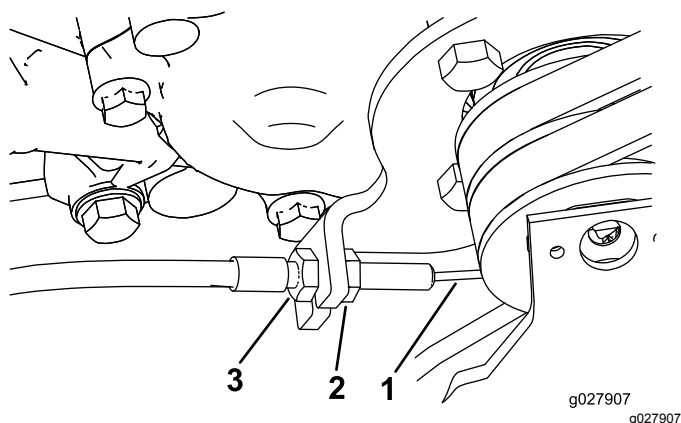

Figure 44
3. Pour éliminer le jeu de la commande de déplacement, desserrez l'écrou de blocage de câble avant et serrez l'écrou de blocage de câble arrière (Figure 44) jusqu'à ce qu'il n'y ait plus de jeu.